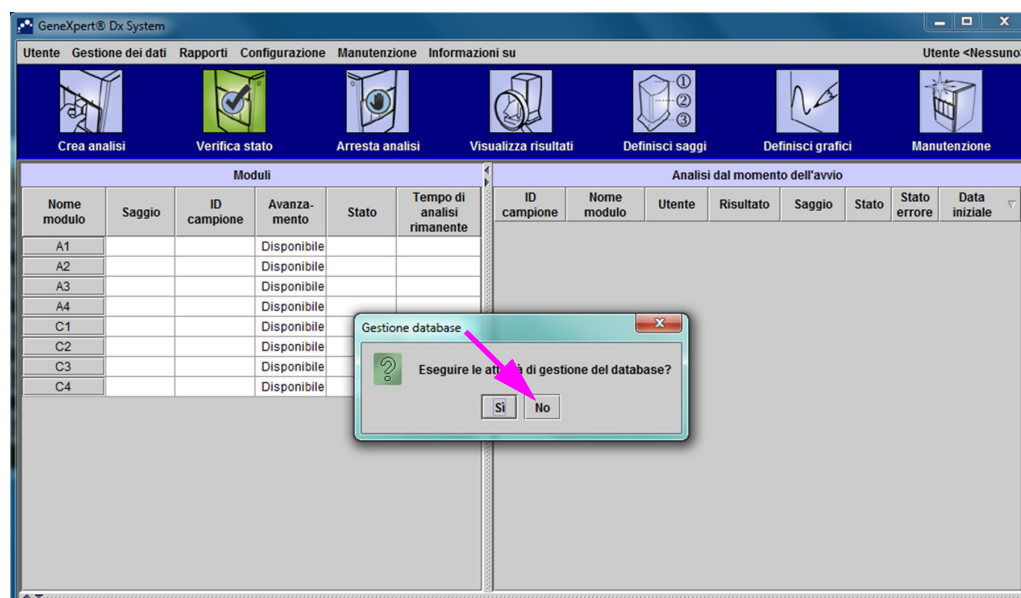

Figura 2-64. Finestra GeneXpert Dx System con sovrapposizione della finestra di dialogo Gestione database
1. Nella finestra di dialogo Assegna lettera dello strumento, fare clic su **OK** per riconoscere l'assegnazione delle lettere agli strumenti. Alla chiusura della finestra di dialogo Assegna lettera dello strumento, viene visualizzata la finestra di dialogo Gestione database (vedere la Figura 2-64).